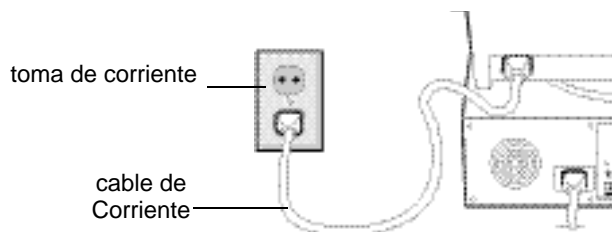

Figura C.1
- 4 Conecte uno de los extremos del cable de corriente al monitor el otro extremo a una toma de corriente (Figura C.1).